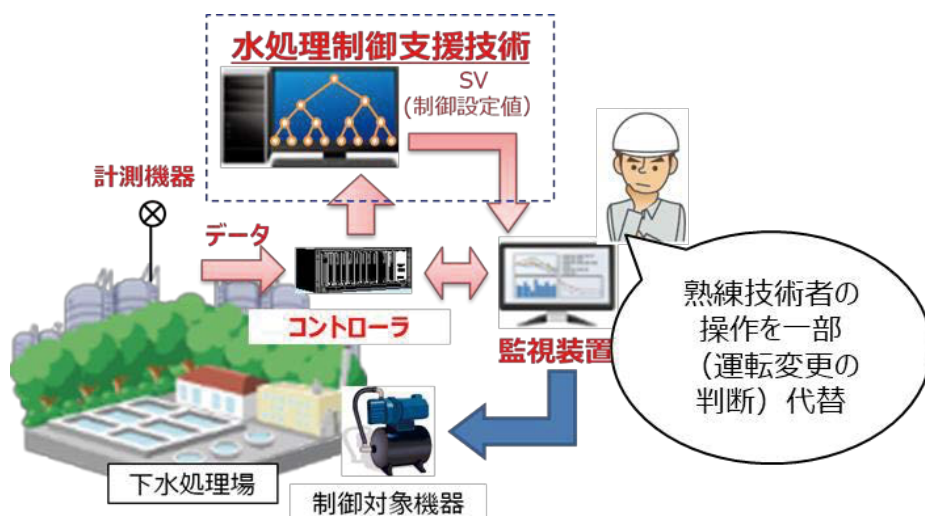
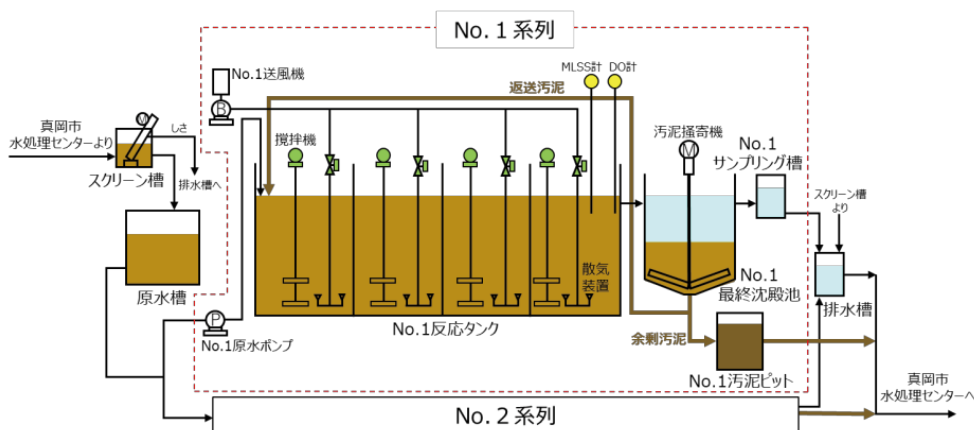

図2 水処理制御支援技術の概念図
図3 活性汚泥処理実験プラントの外観およびフロー図
これらのうち、③AIを活用した管理の効率化については、国土交通省の下水道革新的技術実証事業(B-DASHプロジェクト)のFS調査で開発した水処理制御支援技術(図2参照)を検証モデルとして、AI(人工知能)技術の水処理自動制御運転への適用可能性や課題などの検討に着手しました。具体的には、JS技術開発実験センター実験棟内に設置した活性汚泥処理実験プラント(処理能力:日最大50m3/日×2系列、図3参照)を用いて、AIが提示する制御設定値により自動制御運転を行うことで、AI制御の適用可能性などの検証を行います。